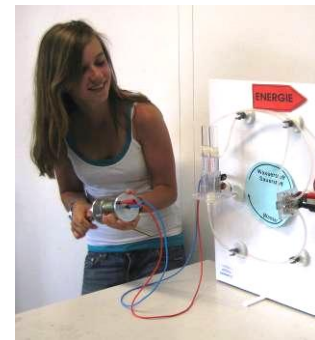
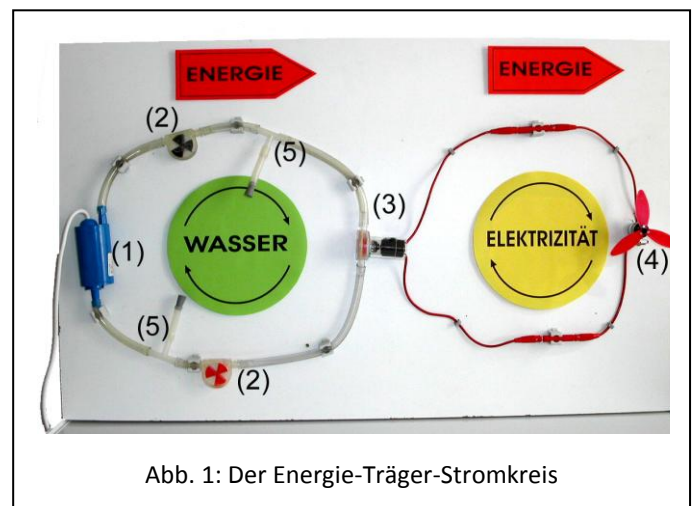

Abb. 3: Antrieb des chemischen Energie-Träger-Stromkreise mithilfe eine Netzgeräts, eines Handgenerators, einer Solarzelle
Abb. 1: Der Energie-Träger-Stromkreis
Energie strömt nie allein, bzw. wird nie allein ausgetauscht, sondern immer mit einer zweiten physikalischen Größe zusammen. Diese zweite Größe kennzeichnet die „äußere Erscheinungsform“ des Energietransports. Um die Energie klar von den begleitenden Größen zu unterscheiden, wurde der in Abbildung 1 dargestellte Versuchsaufbau (108.0700) entwickelt, durch den die Schülerinnen und Schüler diesen Unterschied bildhaft erleben können: Eine mit einem Netzgerät verbundene Pumpe (1) treibt Wasser an, das Wasser einen „Wassergenerator“ (3) und dieser einen elektrischer „Lüfter“ (4). Da ein Propeller zum Antrieb Energie benötigt, kann der „Weg“ der Energie zurückverfolgt werden: sie kommt vom „Wassergenerator“, von der Pumpe, vom Netzgerät bzw. von einem Kraftwerk,.... Die Energie ist das, was durch alle Stationen hindurch geht. Dies wird durch die Energiepfeile symbolisiert (Abb. 2). Auf diese Weise wird der „Erhaltungsaspekt“ der Energie betont. Das Wasser und die Elektrizität nehmen dagegen *andere Wege*: sie strömen im Kreis. Deshalb werden zwischen Pumpe und Turbine *zwei* Schläuche, zwischen Generator und Lüfter *zwei* Kabel benötigt. Dass die Energie und die zweite am Energietransport beteiligte physikalische Größe *unterschiedliche Wege* nehmen, ist ein entscheidendes Kriterium, durch das wir die Energie von den sie begleitenden Größen unterscheiden können. Die Tatsache, dass Energie nie alleine strömen kann, sondern immer zusammen mit einer zweiten Größe strömen muss, können wir durch
Fragen wie: „Worin unterscheidet sich eigentlich das Wasser in Abbildung 1 vor und nach dem Wassergenerator?“ „Worin unterscheidet sich die Elektrizität vor und nach dem Lüfter?“ führen zu den Begriffen „Druck p “ und „elektrisches Potenzial φ “. Beide physikalische Größen haben eine analoge Bedeutung: sie geben an, wie viel Energie von dem jeweiligen Energieträger transportiert wird. Ihre Differenz Δp bzw. $\Delta\varphi$ gibt an, wie viel Energie in einem System vom Wasser bzw. von der Elektrizität aufgeladen, bzw. abgeladen wird. In der angegebenen Literatur wird ausführlich dargelegt, wie diese im Anfängerunterricht bildhaft eingeführten Konzepte im weiterführenden Unterricht immer weiter geschärft und präzisiert werden können. In Abbildung 3 und 4 ist das Energie-Träger-Konzept übersichtsartig zusammengefasst.